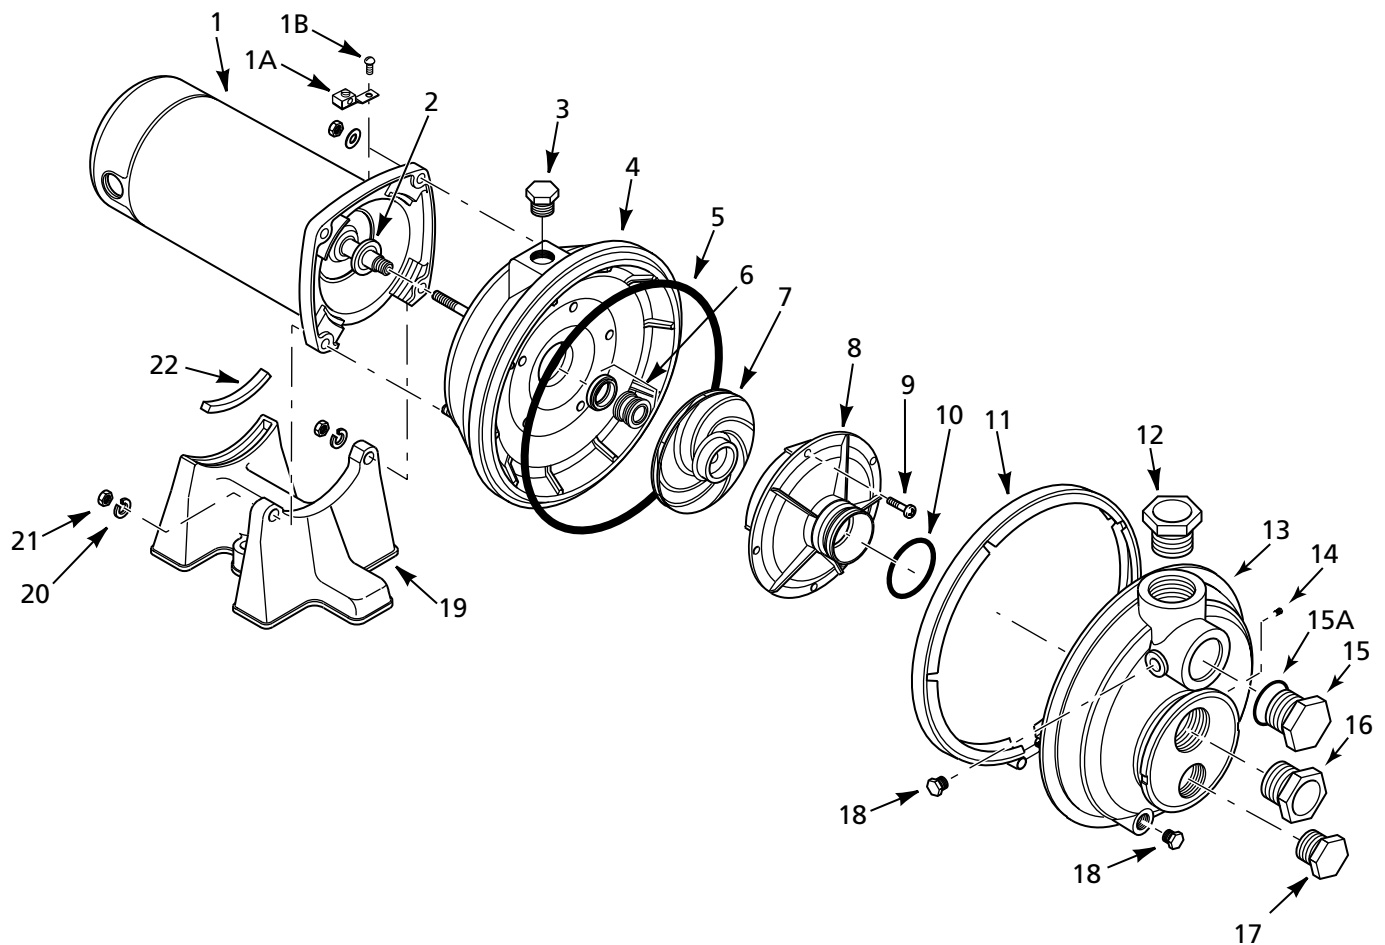

Figura 13 – Ilustración de las Partes de Reparación
3. Para evitar que la bomba se congele, saque el tapón de cebadura y drene el cuerpo de la bomba a través del tapón de desagüe (Ver figura 13, Ref. No. 18). Limpie bien la bomba, vuelva a colocar el tapón de cebadura.